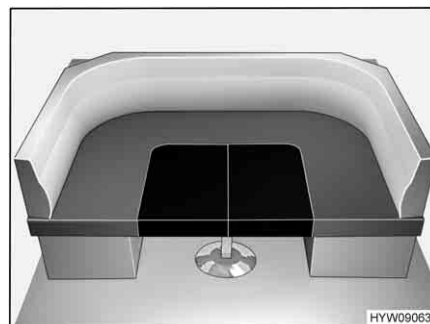

Fig. 73 Dopo la trasformazione
- Sistemare i due cuscini aggiuntivi (raffigurati in nero) come illustrato nella Fig. 73.